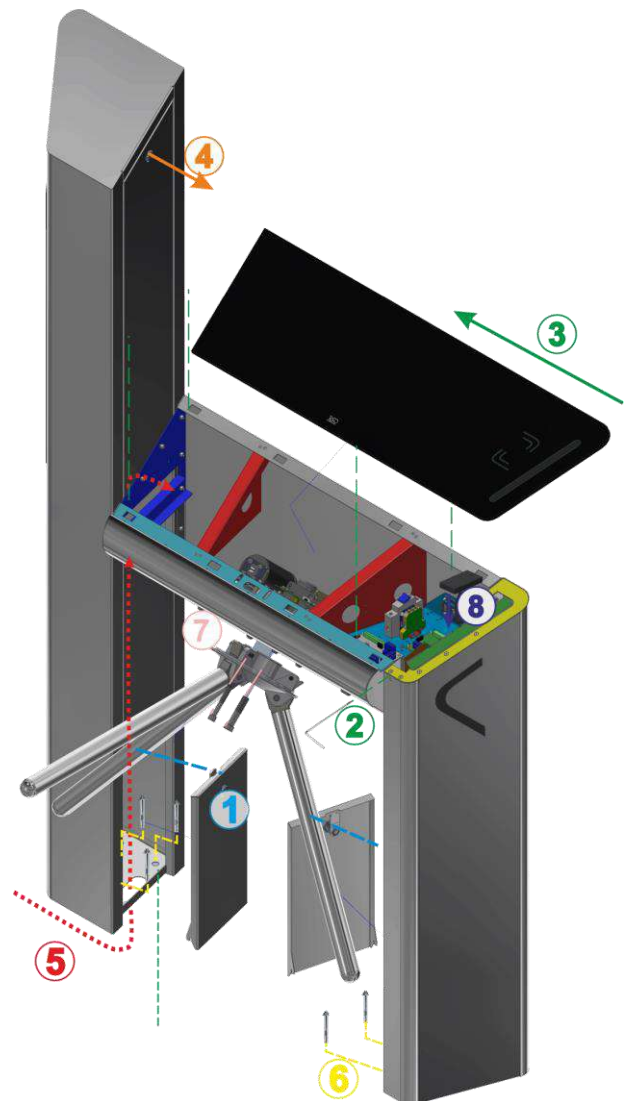

Рис. 14 – Загальний вид складання турнікету-трипода «ONYX-XL»
7) Для доступу до отворів кріплення основи турнікета-трипода «ONYX-XL» (Рис.14) необхідно: